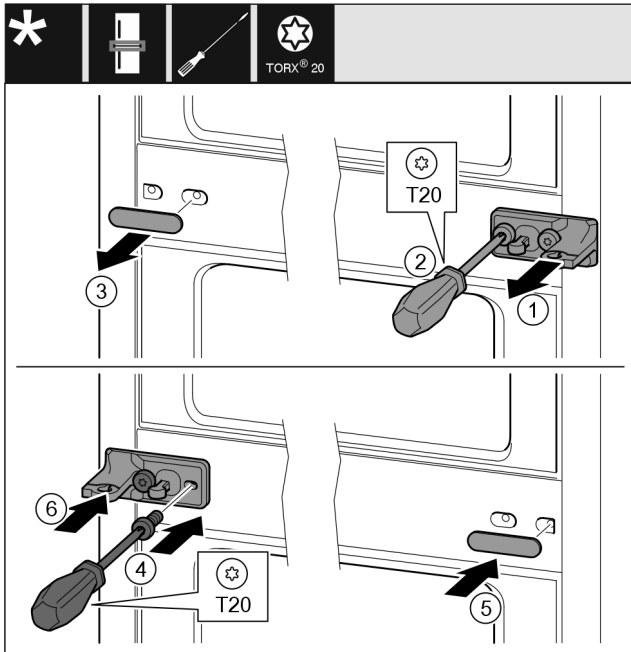

Fig. 31
- Enlever la rondelle. Fig. 31 (1)
- Desserrer les vis avec le tournevis T20. Fig. 31 (2)
- Enlever délicatement le cache. Fig. 31 (3)
- Visser fermement le support de palier avec film tourné de 180° de l'autre côté. Fig. 31 (4)
- Poser le cache tourné de 180° de l'autre côté. Fig. 31 (5)
- Enfiler la rondelle par devant. Fig. 31 (6)